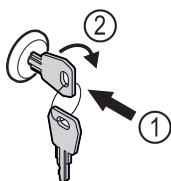

Fig. 138
- ▶ Insérer la clé. Fig. 138 (1)
- ▶ Tourner la clé à 90° dans le sens horaire. Fig. 138 (2)